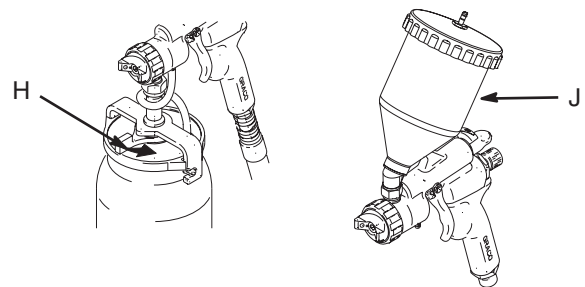

ABB. 4
Füllen Sie den Becher zu 3/4, um das Luftdruckrohr sauber zu halten. Schieben Sie die Abdeckung auf. Verriegeln Sie den Verschluss des unteren Becherdeckels (H). Abb. 4. Der obere Becher (J) ist mit einem Gewinde zur Befestigung auf dem Becher versehen.